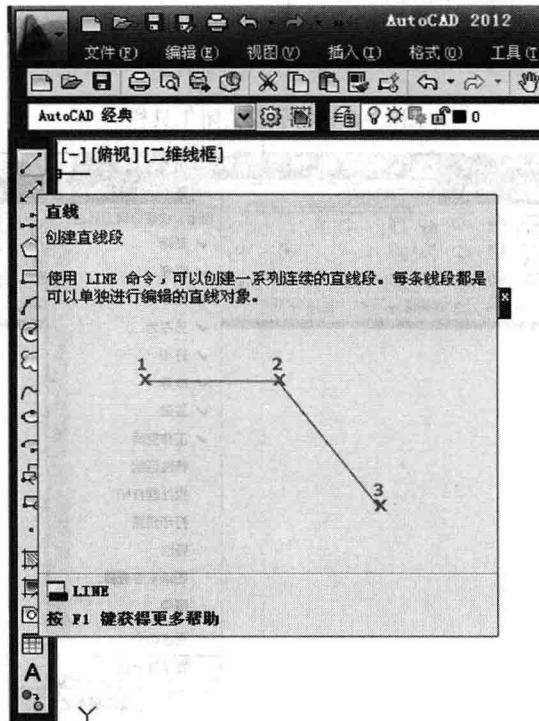

图 1-5 显示工具名称和提示
(4) 将光标移向“绘图工具栏”或“编辑工具栏”（窗口左、右两侧）的顶部，再按下鼠标左键并拖动鼠标，观察工具栏的移动情况。
(5) 鼠标指向某一绘图工具，如“直线”工具，观察屏幕显示该工具的名称和提示，如图 1-5 所示。单击某一绘图工具，如“直线”工具，观察命令提示行的变化。